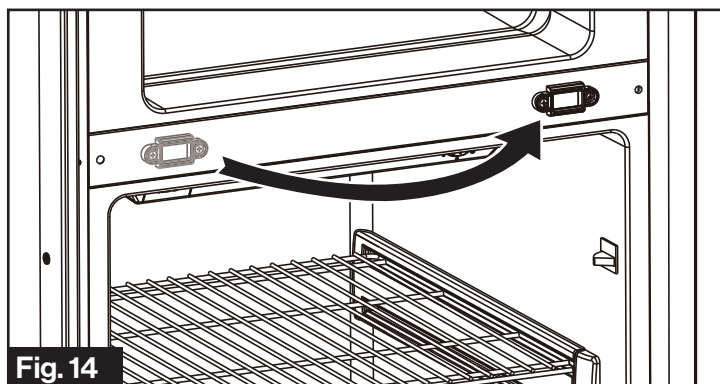

Fig. 14
6. Desenrosque los tornillos de fijación del soporte de la traba de la puerta y cámbielo al lado opuesto. (Fig. 14)